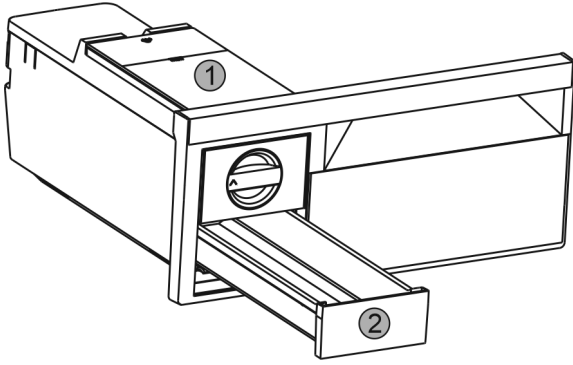

Fig. 38
- ▶ Watertank Fig. 38 (1) en ijsblokjeslade Fig. 38 (2) verwijderen.